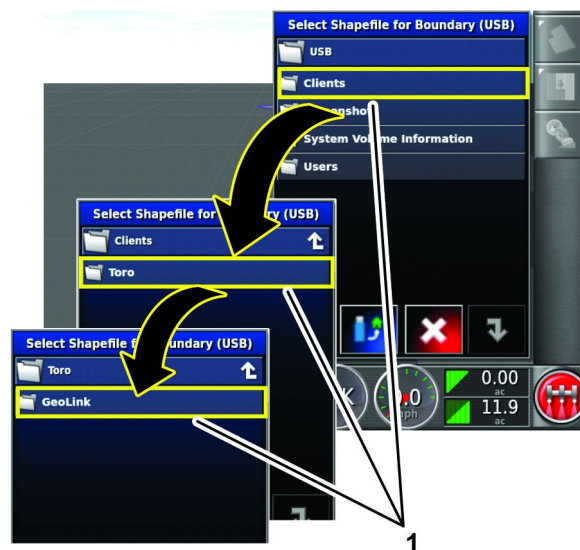

Figure 75
7. Appuyez sur les icônes de répertoire pour naviguer jusqu'au répertoire GeoLink (Figure 75).